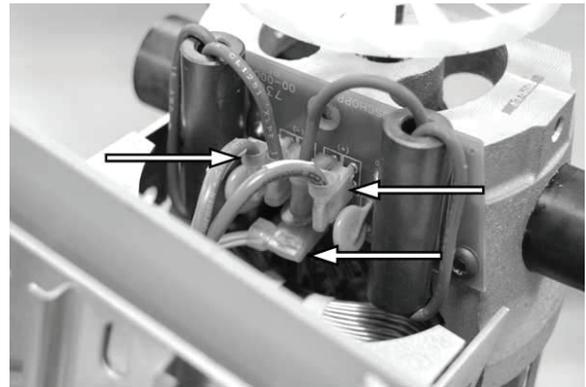

Figure 22.
4. Voir Figure 22. Débranchez les trois fils d'alimentation.